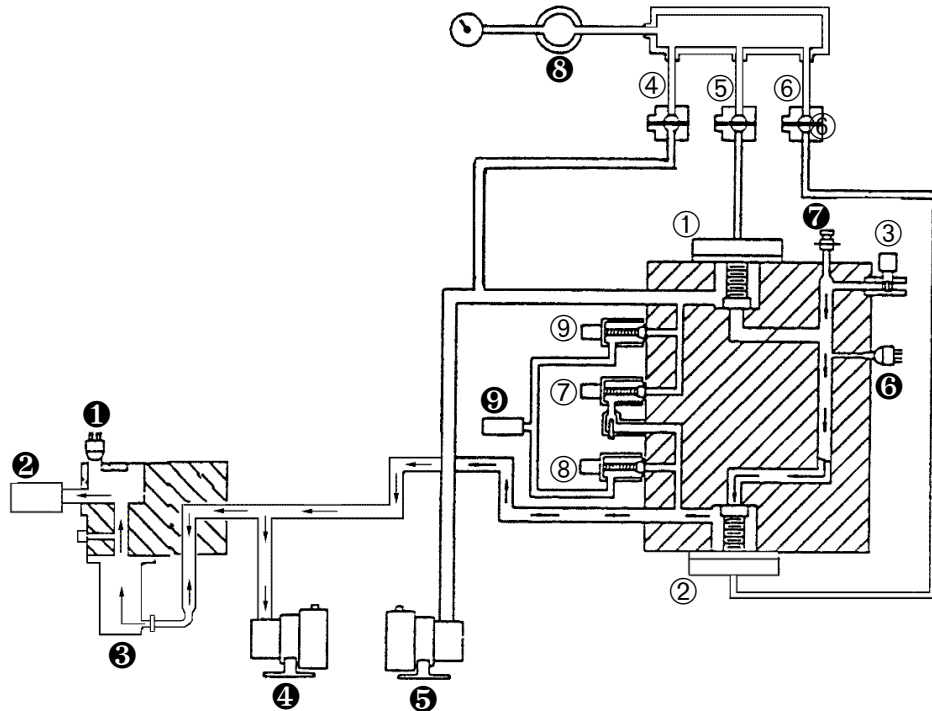
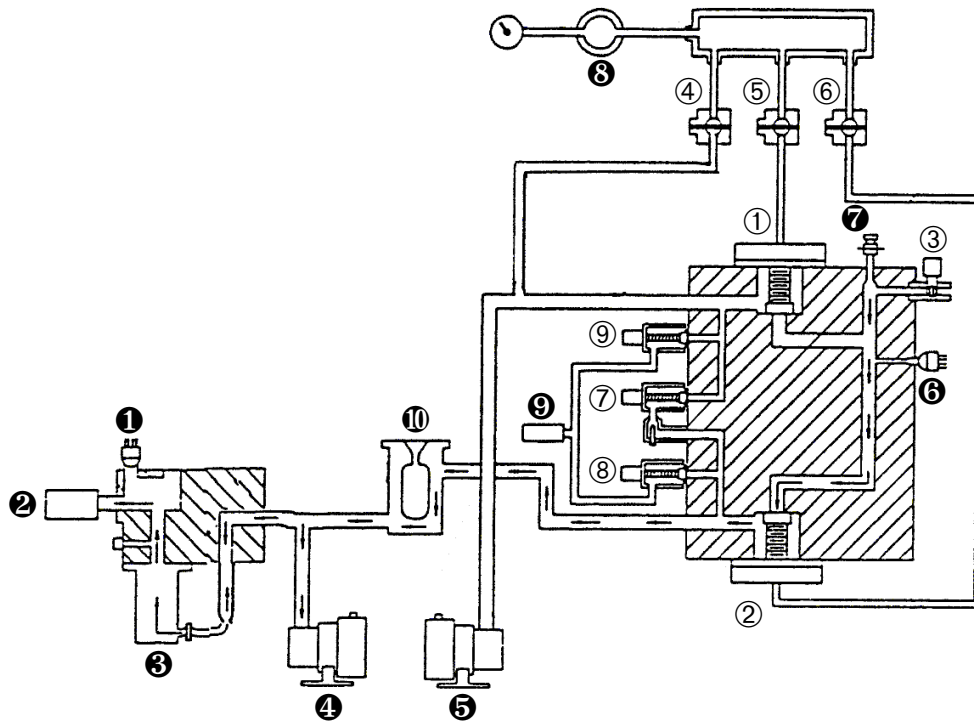

Abbildung 2-2 947 Ablaufdiagramm
Abbildung 2-4 948 Ablaufdiagramm
In Abbildung 2-2 und Abbildung 2-4 on page 2-6, werden Ventile durch Nummern in weißen Kreisen (①), andere wichtige Teile des Vakuumsystems durch Nummern in schwarzen Kreisen (❶) gekennzeichnet. Die wichtigen Teile werden in der nachfolgenden Abbildung identifiziert. Die Ventilnummern werden in Table 2-1. Table 2-1 benutzt. Name und Typ des Ventils werden im oberen Teil der Tabelle definiert, der Zustand der einzelnen Ventile je nach Systemzustand werden im unteren Teil der einzelnen Tabellen angezeigt.
In Abbildung 2-4 kennzeichnen die Nummern in weißen Kreisen die Position der Ventile. Andere wichtige Teile des Vakuumsystems, angezeigt durch Nummern in schwarzen Kreisen, werden nach Abbildung 2-4 identifiziert.